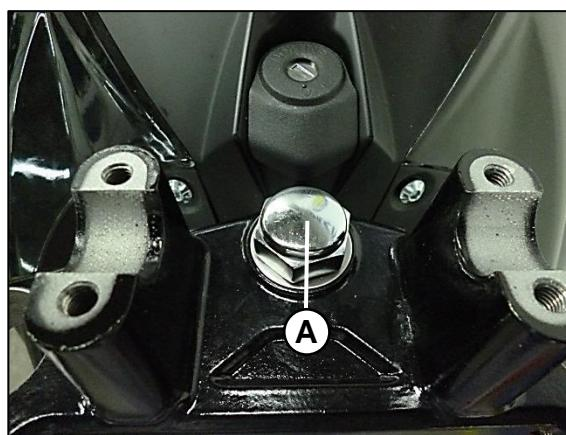

Fig. 11
Desensamble la tuerca de la horquilla de dirección con una llave 30 mm (A) **Fig. 11**